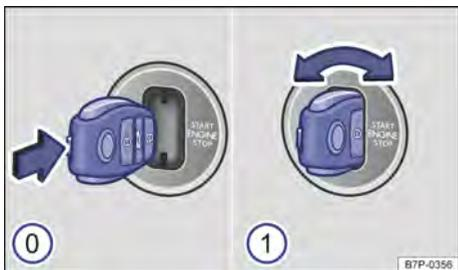

Fig. 136 Ao lado do volante: posições da chave do veículo no cilindro da ignição.
3. Girar a chave do veículo brevemente no sentido horário ou no sentido anti-horário → Fig. 136  e soltar. Em veículos com motor a diesel , a partida do motor pode demorar um pouco quando o motor for pré-incandesado.	Pressionar o botão de partida → Fig. 137 brevemente – não acelerar e soltar. Para ligar o motor, deve haver uma chave do veículo válida no interior do veículo. Em veículos com motor a diesel , a partida do motor pode demorar um pouco quando o motor for pré-incandesado.